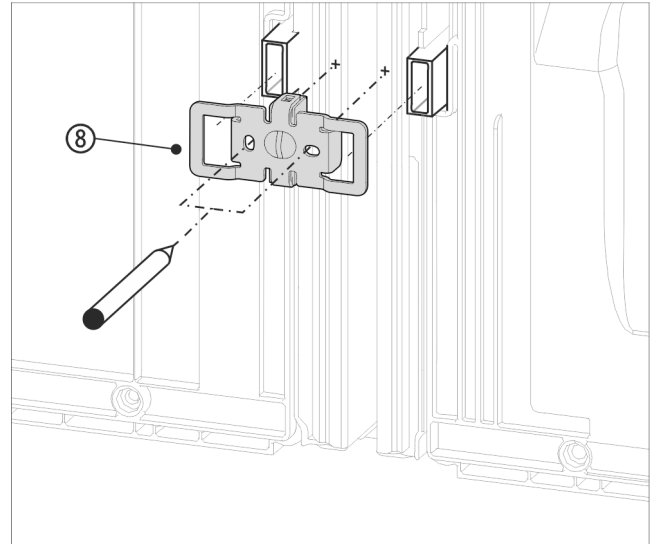

Fig. 17 Beispielhafte Darstellung
- ▶ Winkel Fig. 17 (8) mit den Aussparungen über die Aufnahme für die Wandabstandshalter schieben.